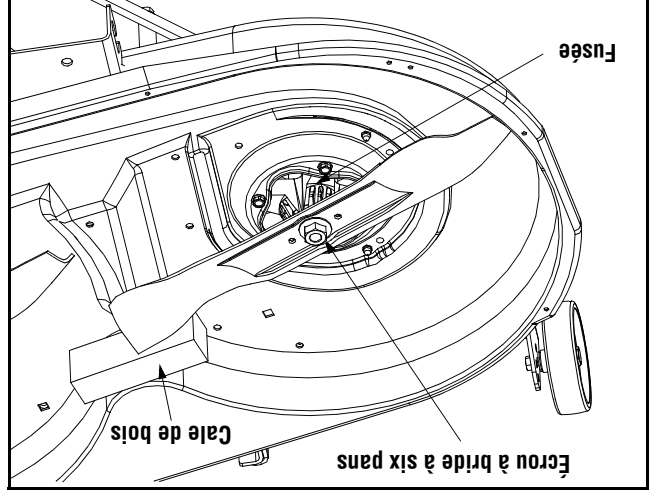

Figure 18
- Placez une cale de bois entre le déflecteur au milieu du plateau et la lame. Voir la Figure 18.
- Utilisez une clé de 15/16 po pour retirer l'écrou à bride à six pans qui maintient la lame. Voir la Figure 18.